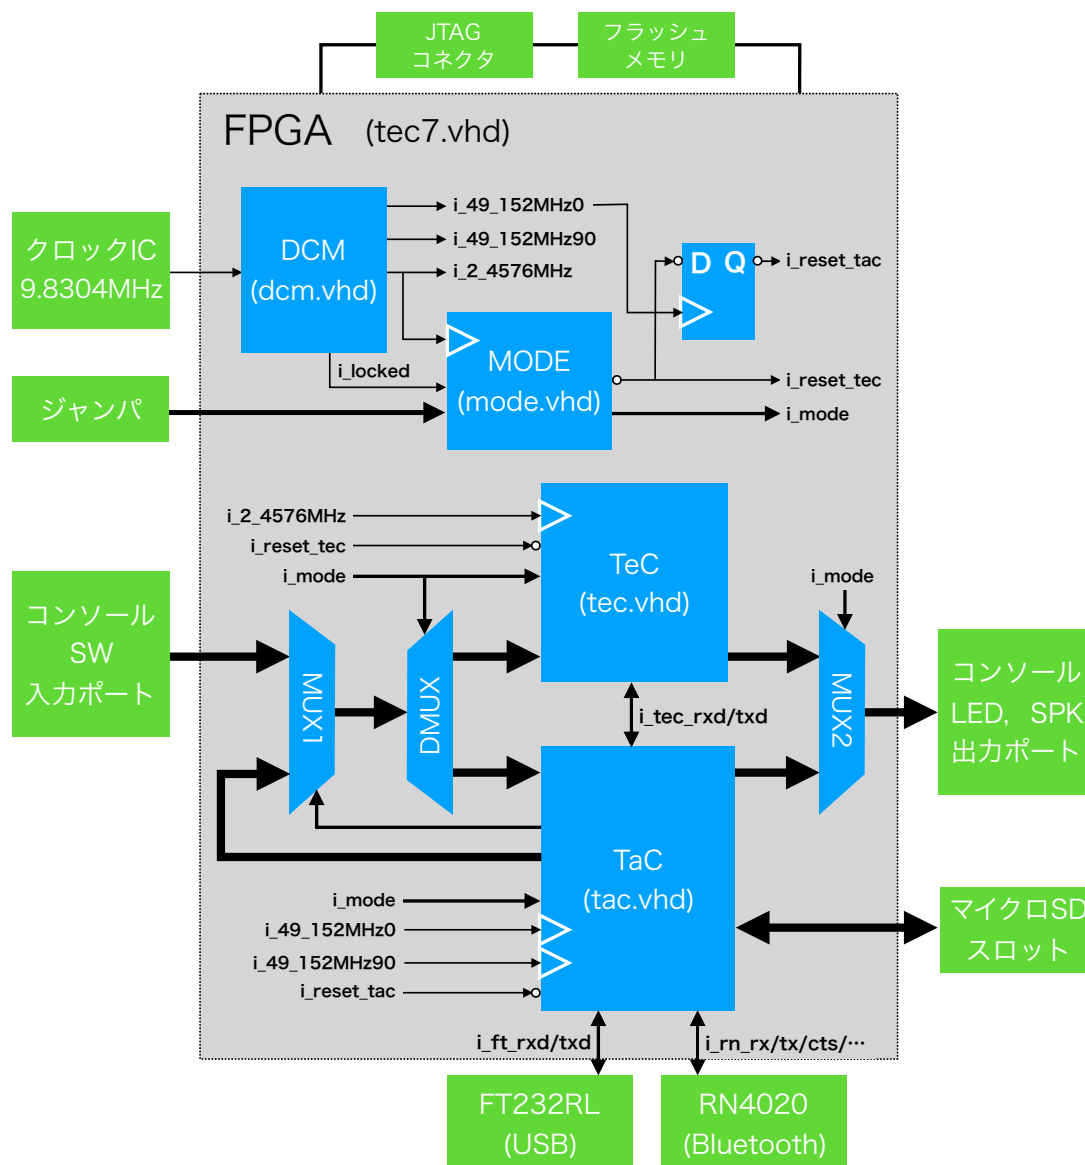
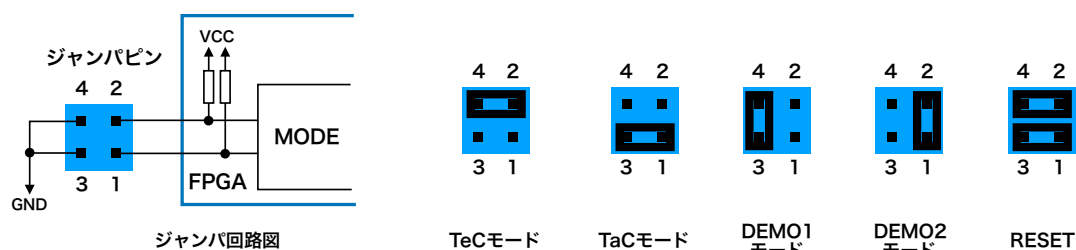

図 1.2 TeC7 のブロック図
図 2.1 ジャンパー
図 1.2 に TeC7 のブロック図を示す。図中央の灰色の大きな長方形は FPGA を表しており、主要な論理回路は全て FPGA に内蔵されていることが分かる。FPGA 内部の回路は VHDL で記述されている。TeC7 の回路を記述した VHDL のソースコードは GitHub\*3 に公開してある。緑色の長方形はプリント基板上に実装された FPGA 以外の部品である。基板の回路図を付録 A，図 A.4 に示す。以下では，図 1.2 を参照しながら TeC7 の回路構成の概要を説明する。
- 「TeC モード」、「DEMO1 モード」、「DEMO2 モード」、「リセット」では、TeC がコンソールと接続される。その様子を図 1.2 で確認する。図中の “TeC” が TeC コンピュータである。この内部に、TeC の CPU や主記憶、入出力装置などの回路が組み込まれている。i\_mode の値が 001 (TaC モード) 以外の場合、図中のデマルチプレクサ (DMUX) とマルチプレクサ (MUX2) が切り替わり TeC とコンソールが接続される。i\_mode の値が「DEMO モード」の場合は、TeC のメモリに予め電子オルゴールプログラムが入力された状態になる。
ジャンパーはプリント基板中央下（図 1.1 参照）に配置された小さな部品である．基板側に四本のジャンパピンが正方形に配置されている．隣り合った二本のジャンパピンをジャンパプラグで導通させることにより，TeC7 の動作モードを設定する．ジャンパーの回路図とジャンパプラグの設定位置を図 2.1 に示す．ジャンパピンの 1，2 番が FPGA 内部の MODE ブロック（図 1.2 参照）に接続されている．なお，TeC7 がジャンパーの設定を読み取るのは電源投入時だけである．